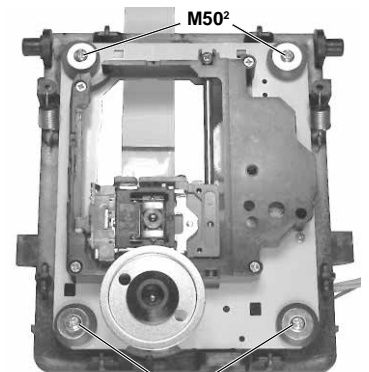

Fig. 21
- 4 Schrauben **M502** (Fig. 21) herausschrauben und das CD-Laufwerk aus dem Laufwerkrahmen herausnehmen.
- Undo the 4 screws **M502** (Fig. 21) and remove the CD drive mechanism from its frame.